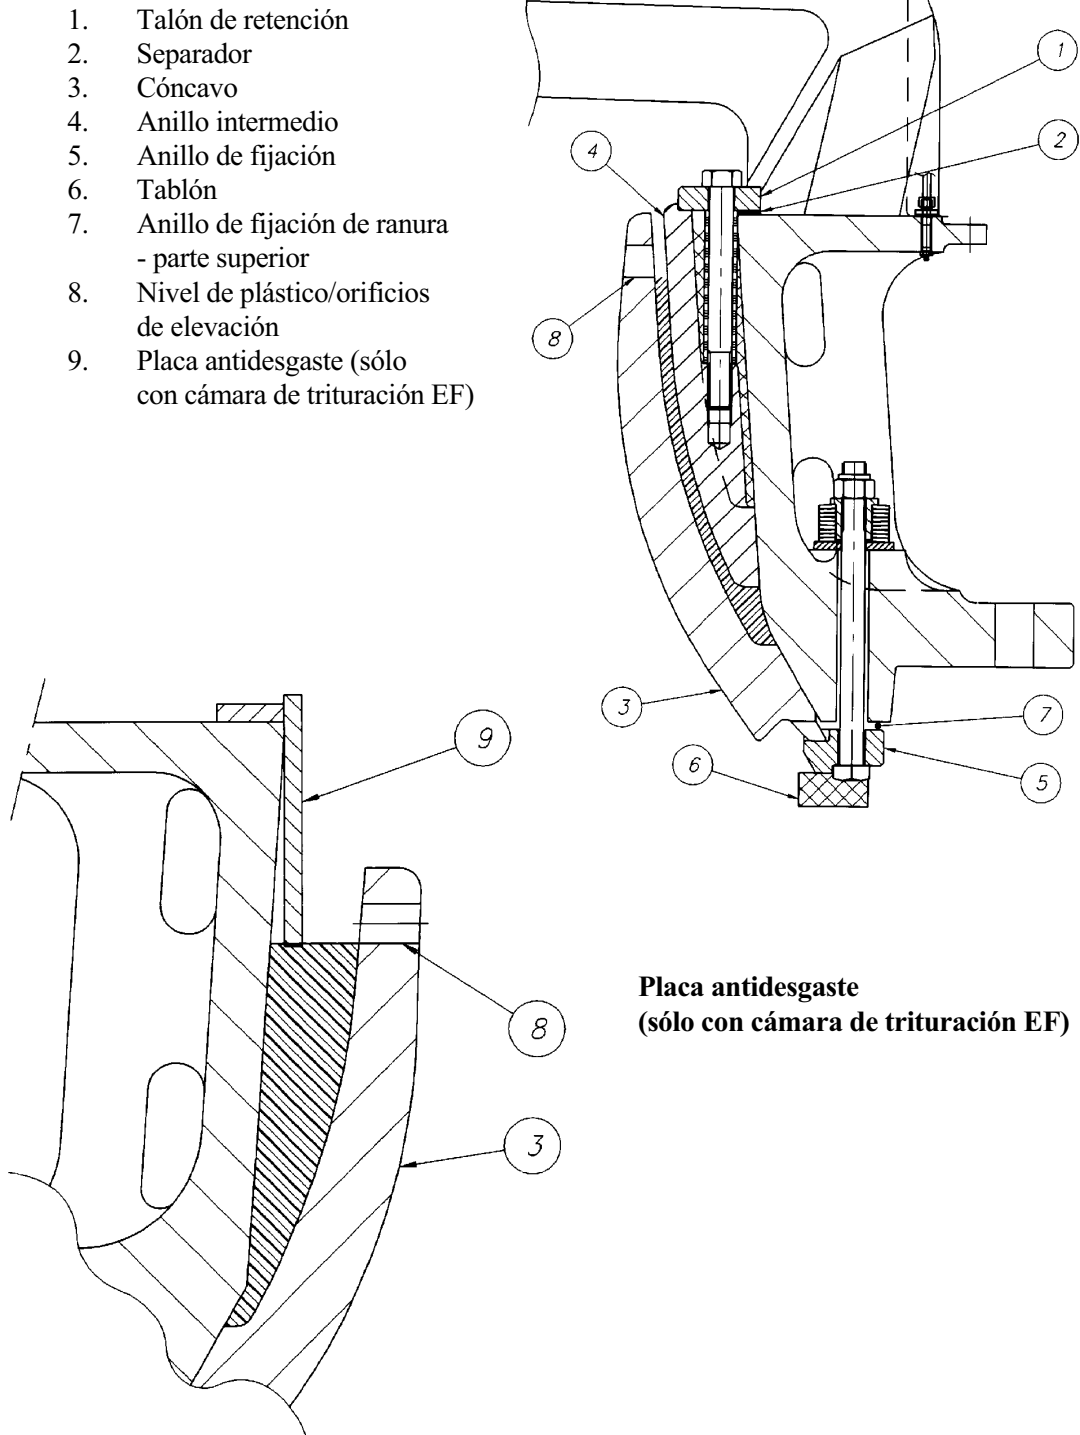

Figura 10.7.1 H6800
Para el cóncavo EF se utiliza un anillo de desgaste de 4 piezas, cuyos resaltes se sueldan en la parte superior. Cota A = 4,5 mm (ver la figura 10.7.1).
Colocar el anillo de fijación sobre un tablón y los seis tornillos en sus orificios respectivos (ver la figura 10.7.1).
A continuación, colocar la parte superior del bastidor en su posición contra el anillo de fijación, con ayuda de las guías. Comprobar que la separación entre el anillo de fijación y la parte superior del bastidor sea uniforme (ver la figura 10.7.1).
Se utilizan dos tipos de anillos intermedios, el (MF) y el (MC). La parte inferior del anillo intermedio mantiene un contacto metálico con la parte superior del bastidor, mientras que la parte superior del anillo se plastifica. El anillo intermedio proporciona un huelgo uniforme en relación con el cóncavo, previsto para el plastificado (ver la figura 10.7.1).